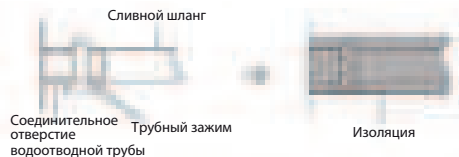

Рис. 1.1
2. Прикрепите входное отверстие сливного шланга к выпускной трубе модуля. Покройте изоляцией входное отверстие шланга и прочно зафиксируйте его трубным зажимом. (Рис. 1.1)